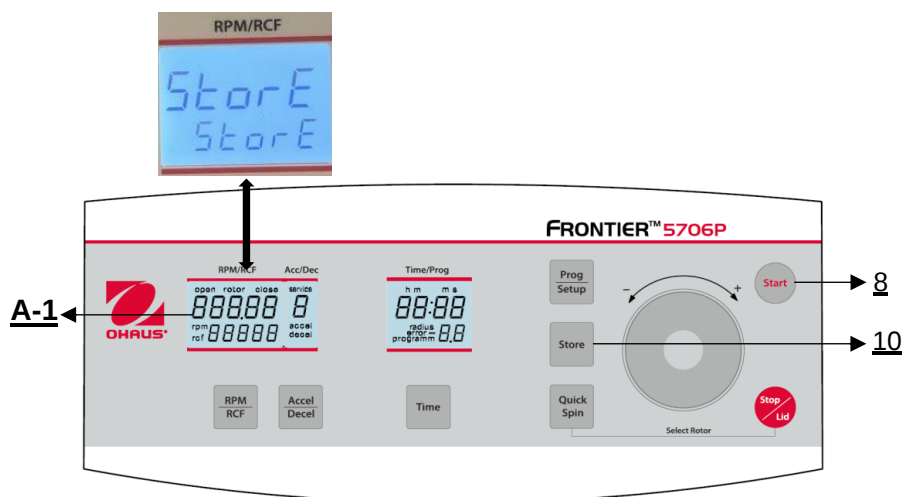

Abbildung 29
Alle geänderten Einstellungen müssen mit der Taste **"Start"** (8) oder **"Store"** (10) bestätigt werden. Im Display **"RPM | RCF"** (A-1) erscheint das Wort **"Store"** - erst dann sind die Vorwahlen gültig (siehe **Abbildung 29**). Nachdem Sie die Einstellungen gespeichert haben, können Sie durch kurzes Ausschalten der Zentrifuge wieder in den normalen Programmbetrieb wechseln.